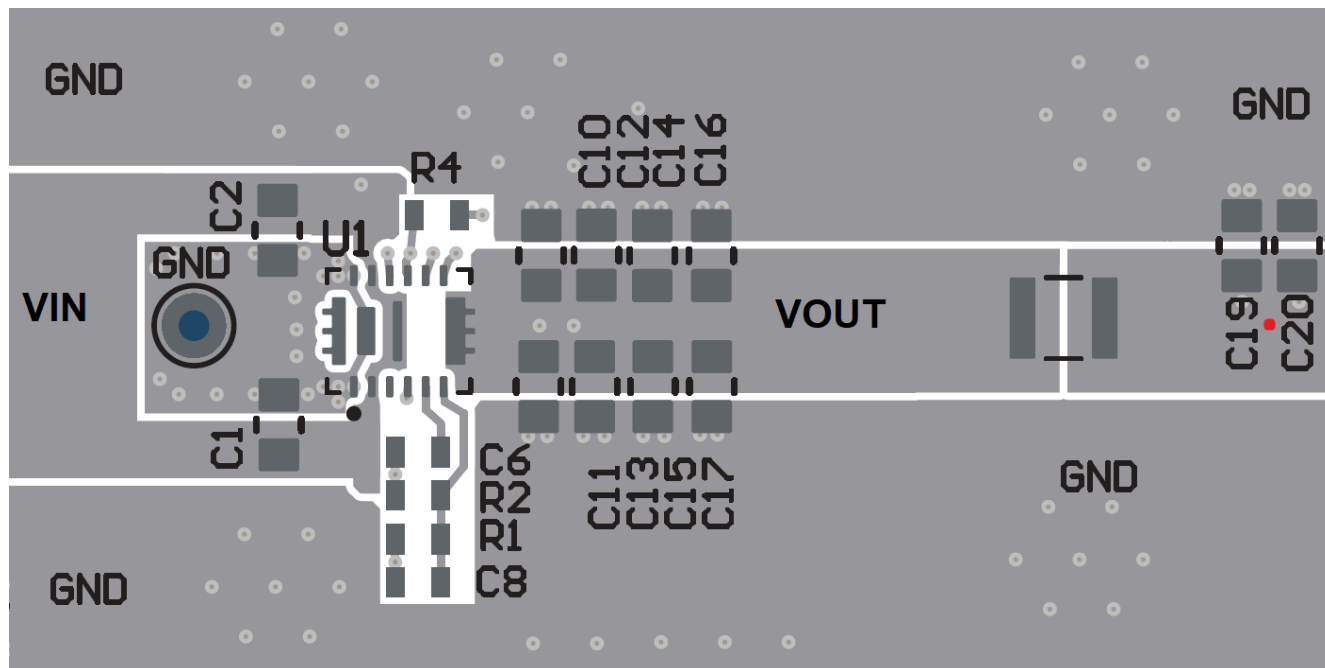

図 7-21. 2 段目の L-C フィルタを使用した設計の推奨レイアウト
- 図 7-21 に示すように、キープアウト領域にはフェライト ビーズを配置しないでください
- 図 7-21 のほか、評価基板に実装されている推奨レイアウトおよび EVM ユーザー ガイド『TPSM82916 降压コンバータ評価基板』EVM ユーザー ガイド に記載されている推奨レイアウトを参照してください。